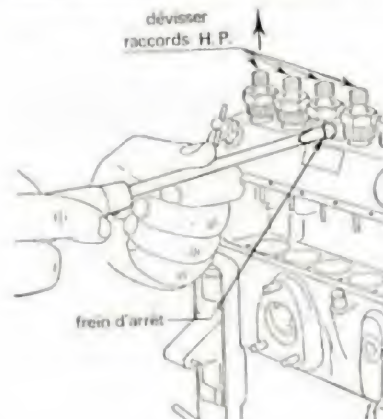

Fig. 16.
- Démonter les freins d'arrêt et dévisser les raccords de sortie haute pression (fig. 16).